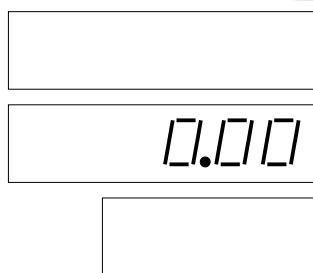

Рис. 18 Отображение на дисплее с активным переключателем DIP
2. Переключите переключатель DIP-2 в положение ON и снова подключите питание. После запуска счетчика на дисплеях на сторонах колонки отобразится только вторая строка, т.е. строка объема см. рис.18.
8. Нажмите клавишу „S“ для завершения установки отклонений и вход в режим метрологической транзакции. После запуска счетчика на дисплеях на сторонах колонки отобразится только вторая строка, т.е. строка объема см. рис.18.